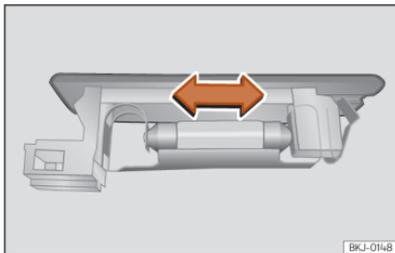

Fig. 178 Luz da bagageira.
- Pressione a lâmpada lateralmente e retire-a do alojamento »» **Fig. 178**.